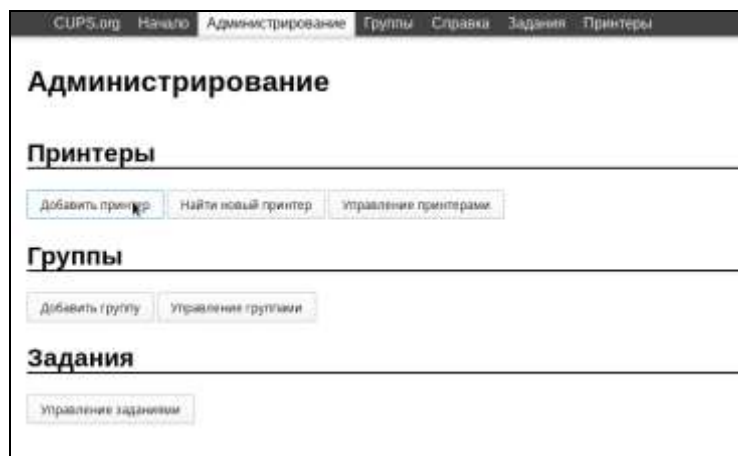

Рисунок 9 — Подсистема печати CUPS. Страница Администрирование
10) Перейти на страницу Администрирование, нажать на кнопку [Добавить принтер] (Рисунок 9);